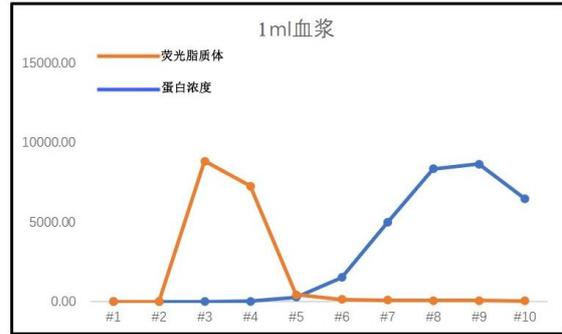

图 1. Exosupur®分离荧光脂体质体和杂蛋白的效果
1. 将 30-120nm 直径的 FITC 标记人造荧光囊泡添加到人血浆中，1ml 血浆样本进行排阻分离操作。通过 BCA 测定 Exosupur®排阻柱的各个馏分的蛋白浓度，通过 qubit 测定各个馏分的囊泡荧光强度，如图 1 所示。
从图 1 中可以看出：